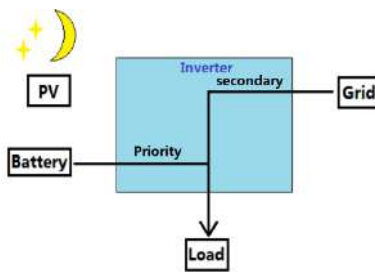

Figure1-6
2. lorsque le PV est insuffisant, les batteries et le réseau alimentent ensemble la charge. (Figure 1-6)